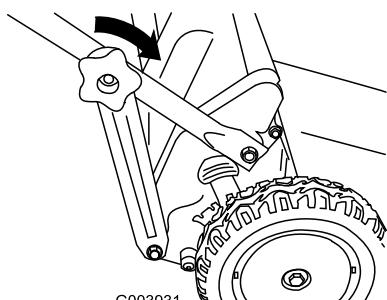

Figura 15
- Instale los pomos del manillar inferior y apriételos a mano todo lo que pueda (Figura 15).